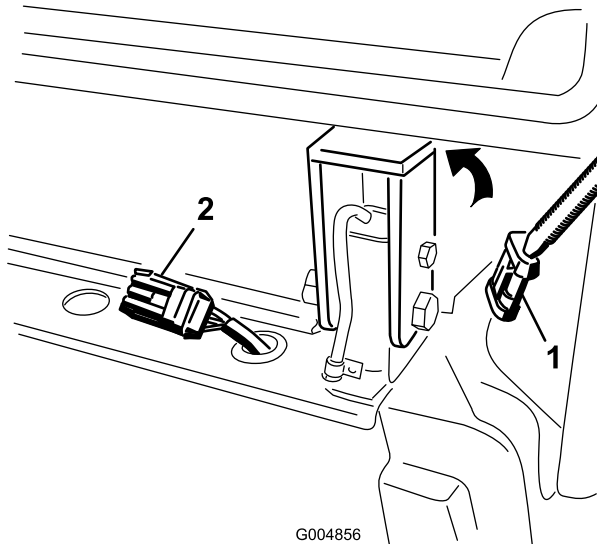

Figure 68
3. Enlevez le capuchon et branchez le connecteur du faisceau de la cabine au faisceau du support de cadre arrière (Figure 68).